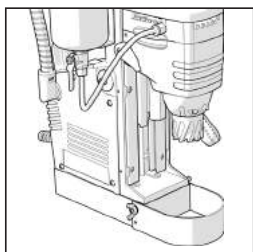

Fig. 2
- Collegare la protezione di sicurezza, accertandosi di fissarla tramite le idonee viti in dotazione. **(Fig. 2)**